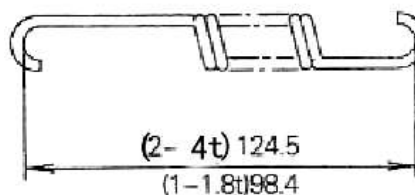

Рис. 6-17
(6) Измерьте длину пружины тормозной колодки в свободном состоянии и ее нагрузку. (рис. 6-17). См. деталь 8 на рис 6-2, деталь 6 на рис. 6-3, и деталь 7 на рис.6 6-4)